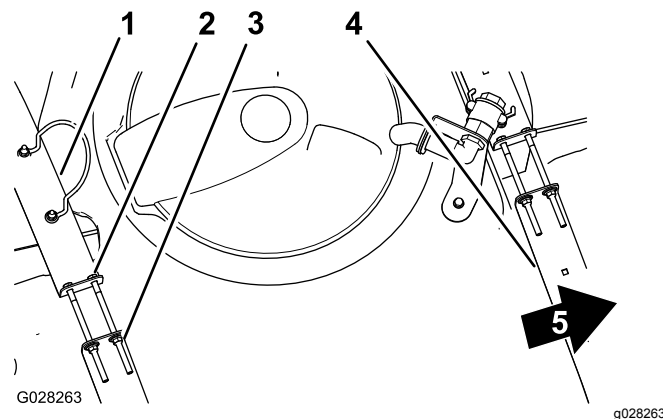

Figura 68
3. Si los flejes tienen holgura, apriete las contratuercas con arandela prensada y los pernos del extremo superior de los flejes hasta que los flejes queden apretados contra la superficie del depósito (Figura 68).
2. Compruebe si hay holgura entre los flejes y el depósito (Figura 68).